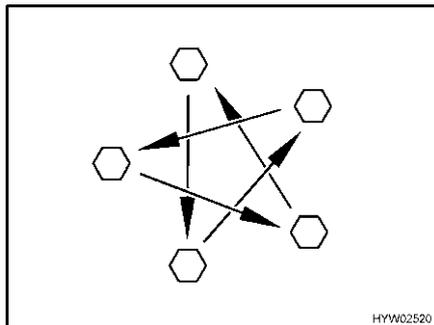

Bild 275 Radmuttern oder Radschrauben über Kreuz anziehen
- Radmuttern oder Radschrauben regelmäßig auf festen Sitz prüfen. Radmuttern oder Radschrauben eines ausgewechselten Rades nach 50 km über Kreuz nachziehen (Bild 275). Anziehdrehmoment siehe Abschnitt 13.5.2.
- ▷ Radmuttern oder Radschrauben über Kreuz anziehen (Bild 275).